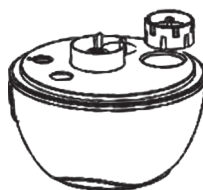

рис. 1
- 7.1.2 Снимите с корпуса электроприбора резервуар для воды, открутите крышку заливного отверстия, как показано на рис. 1.